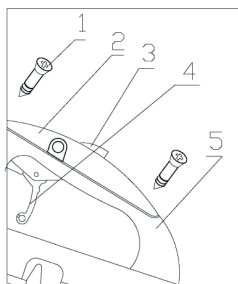

Abbildung 8
- 1) (Abb. 8) Lösen Sie die beiden Schrauben (1) und (5) am Handgriff des Trennschneiders und entfernen Sie die Griffabdeckung (2)
- 3) Hängen Sie das Drahtseil am Griff (4) (Abb. 8) in die untere Bohrung ein.
- 4) Befestigen Sie das Drahtseil in den vorgesehenen Aussparungen am Griff und montieren sie die Griffabdeckung (2) wieder auf der Griffschale (5).
ACHTUNG: Stellen Sie sicher, dass die Sicherheitssperrtaste (3) beim Starten gedrückt ist. (Abb.8)